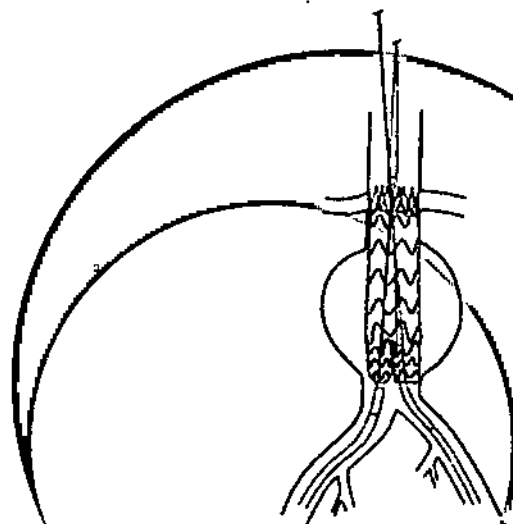

Figura 12. Introducción del sistema de liberación de la extensión de la rama contralateral.
- Hacer avanzar el sistema de liberación de la rama a través de la puerta contralateral de la endoprótesis bifurcada. Prestar mucha atención mientras la punta del sistema de liberación de la rama avanza hacia el interior de la puerta contralateral para asegurarse de que la endoprótesis de cuerpo bifurcado no se mueva proximalmente (Véase la figura 12).
- Continuar haciendo avanzar el sistema de liberación de la rama prestando atención a los marcadores del extremo proximal de la extensión de rama. El lado contralateral de la endoprótesis de cuerpo bifurcado tiene dos marcadores que indican la región de solapamiento. Deben hacerse avanzar los marcadores radiopacos del extremo proximal de la extensión de rama de manera que estén dentro de esos dos marcadores (Véase la figura 12).
extensión de rama estén alineados con el lugar de colocación distal elegido como objetivo. Confirmar que los marcadores proximales de la extensión de rama permanezcan dentro de la zona de solapamiento (Véase figura 12).